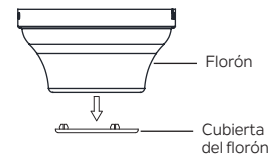

Figura 10A
**Paso 2.** Retire la cubierta del florón empujándola hacia afuera (**Figura 10A**).